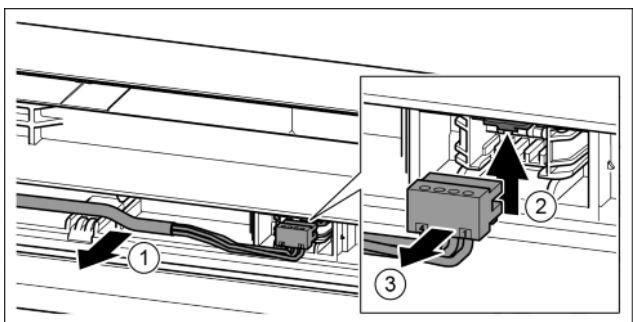

Fig. 22
- ▶ Graues Kabel vorsichtig aus der Führung in der Tür lösen. Fig. 22 (1)
- ▶ Lasche nach oben drücken. Fig. 22 (2)
- ▶ Stecker vorsichtig herausziehen. Fig. 22 (3)